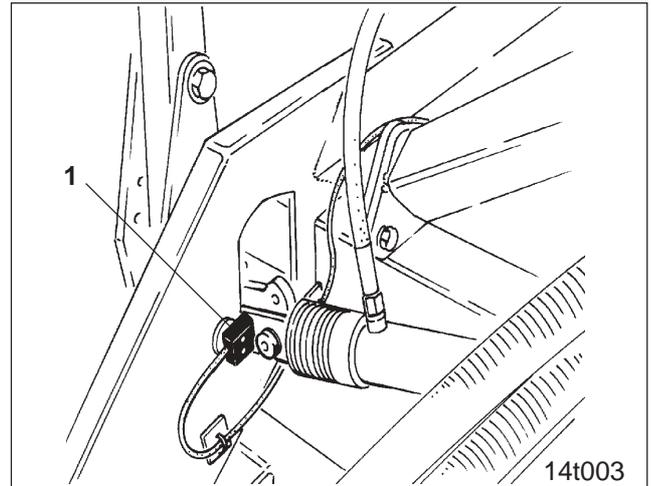

Fig. 26.5
- mit Spuranreißern von den Sensoren (Fig. 26.5/1) beim Spuranreißerwechsel